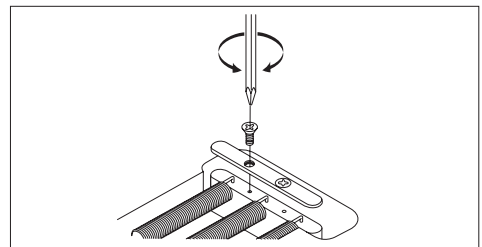

图27
- \* EDGE-PRO摇把使用摇把单元锁装置将摇把弹簧紧固在摇把单元上。在改变弹簧数量或弹簧安装方式之前,请用十字螺丝刀拆下摇把单元锁(图27)。